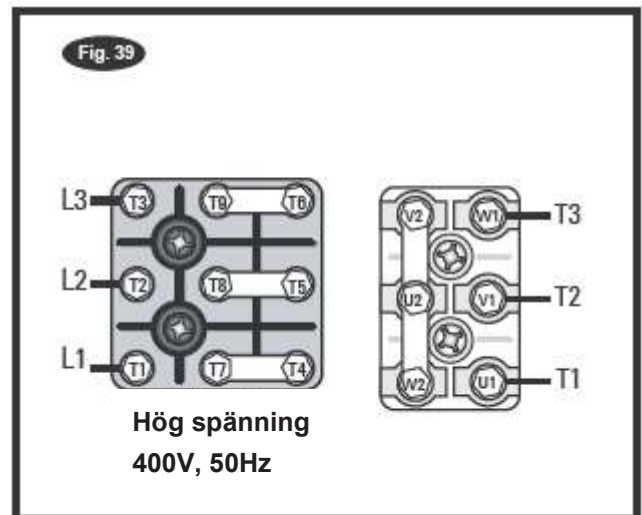

Fig. 40
- Fäst manöverstyrningsplattan med 5 st Hex-hylsskruv M8\*10 och 4m tjocklek wahser Bild 40,41&42 .